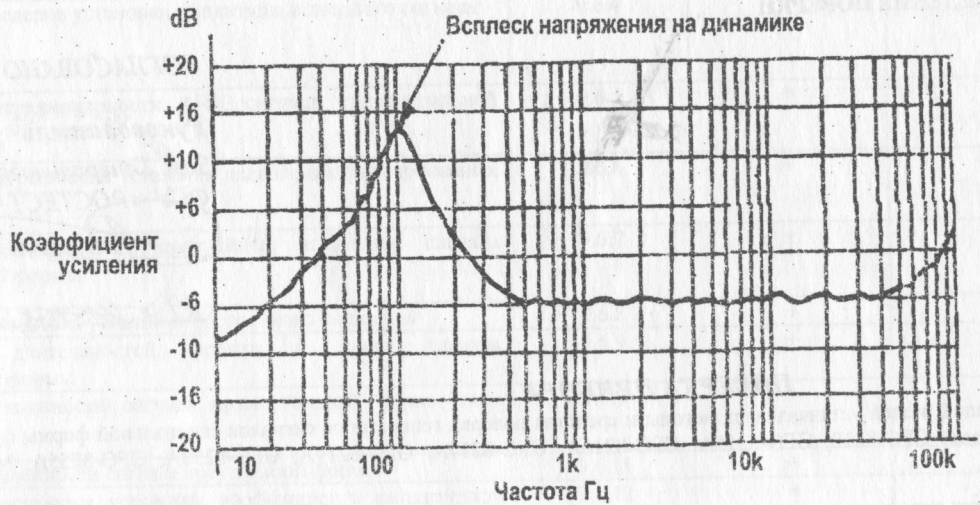

Рис.10
- (c) При исследовании динамиков, если наблюдается всплеск напряжения на какой-то частоте при низких частотах, то это резонансная частота данного динамика – см. рис. 10. Может ли повлиять на эту частоту конструкция корпуса? При правильной разработке конструкции корпуса по обеим сторонам острого пилообразного всплеска к появятся два маленьких пилообразных всплеска.